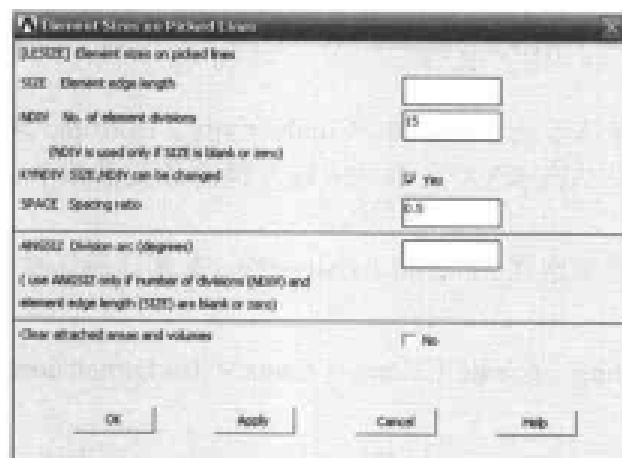

图 9-39 单元大小设置对话框
(4) 选择 Utility Menu | PlotCtrls | Numbering 命令, 出现 Plot Numbering Controls 对话框, 选择 LINE Line numbers 选项, 使其状态从 Off 变为 On, 其余选项均采用默认设置, 单击 OK 按钮关闭该对话框。
(5) 选择 Main Menu | Preprocessor | Meshing | Size cntrls | ManualSize | Lines | Picked lines 命令, 出现 Element Size On Picked Lines 菜单, 在文本框中输入 1, 3, 单击 OK 按钮, 出现 Element Size On Picked Lines 对话框, 在 NDIV No. of element divisions 文本框中输入每条线段上需要划分的单元数目 20。
(6) 单击 Apply 按钮, 出现 Element Size On Picked 菜单, 在文本框中输入 2, 4, 单击 OK 按钮, 出现 Element Size On Picked Lines 对话框, 在 NDIV No. of element divisions 文本框中输入每条线段上需要划分的单元数目 15, 在 SPACE Spacing ratio 文本中输入 0.5, 如图 9-39 所示, 单击 OK 按钮关闭该对话框。